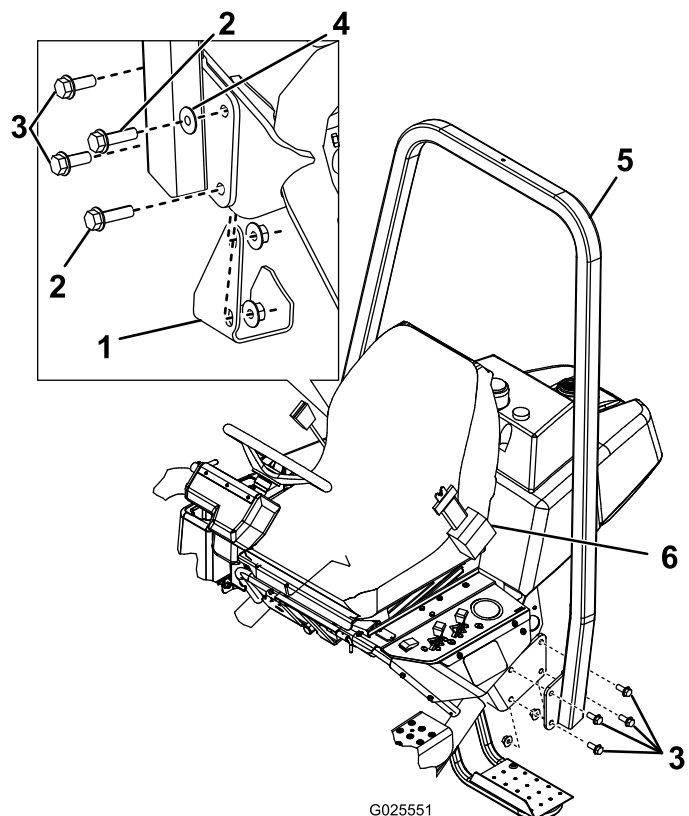

Figure 6
2. Abaissez le cadre ROPS (Figure 6) sur les supports de montage, en alignant les trous de fixation.
3. Fixez le côté gauche de l'arceau de sécurité au support de montage avec 4 boulons (1/2 x 1,5 po) et contre-écrous (Figure 6).
4. Fixez le côté droit de l'arceau de sécurité et l'appui de cric déposé précédemment sur le support de fixation au moyen de 2 boulons (1/2 x 1,5 po), 2 boulons (1/2 x 1,75 po), 1 rondelle et des contre-écrous, comme montré à la Figure 6.
Important: Veillez à placer la rondelle à l'emplacement correct, comme montré à la Figure 6.